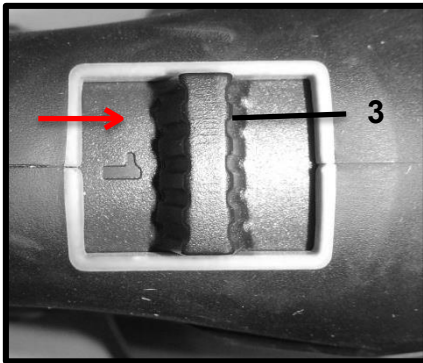

Рис.10
- Установите переключатель скорости (3) в положение “1” или “2” (“1” – низкий воздушный поток, “2” – высокий воздушный поток) Рис.10,10а.
Рис.10а